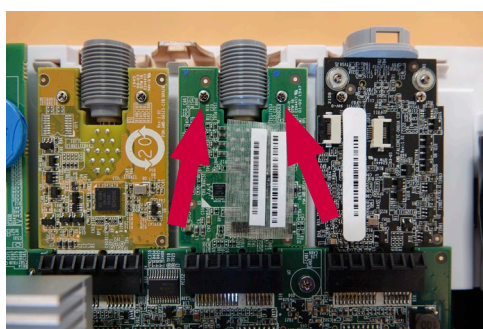

図21 交換するVDIボードのネジを取り外す
a) ドライバーを使用して、VDIボードを保持している2本のネジを緩めます(図21)
- e) VDIボードを所定の位置に固定する2本のネジ(最大トルク0.2 Nm)を挿入して締めます(図21)